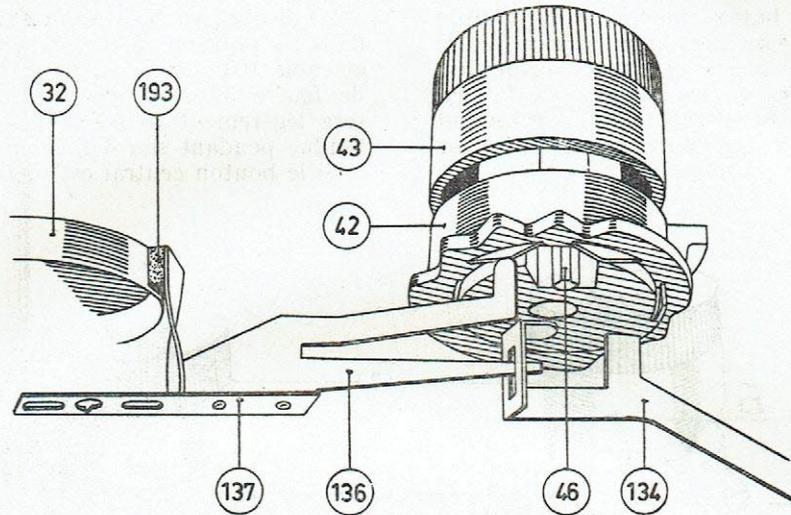

Fig. 5
Les extrémités des étriers de frein 135 et 136 passent à travers les trous ovalisés de la platine 1, contre la face inférieure de la bague de commutation 42. Cette bague est fixée au bouton central de commande (43) et suit ce dernier dans toutes ses positions (fig. 5).